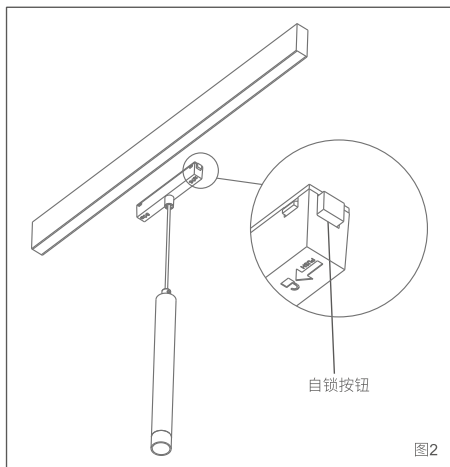

图2
2.如需拆下模组调整位置,请按下模组自锁按钮,同时往外把模组拉出,如图2所示;